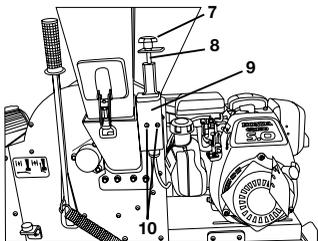

Figura 5
El collar provisto del tornillo de estrella (7) debe dirigirse hacia el lado de la tova lateral. Asegúrese de que la varilla roscada (8) se introduzca en la fijación del conmutador de seguridad (9). Apriete bien los 4 tornillos de fijación (10) (véase la Figura 5).